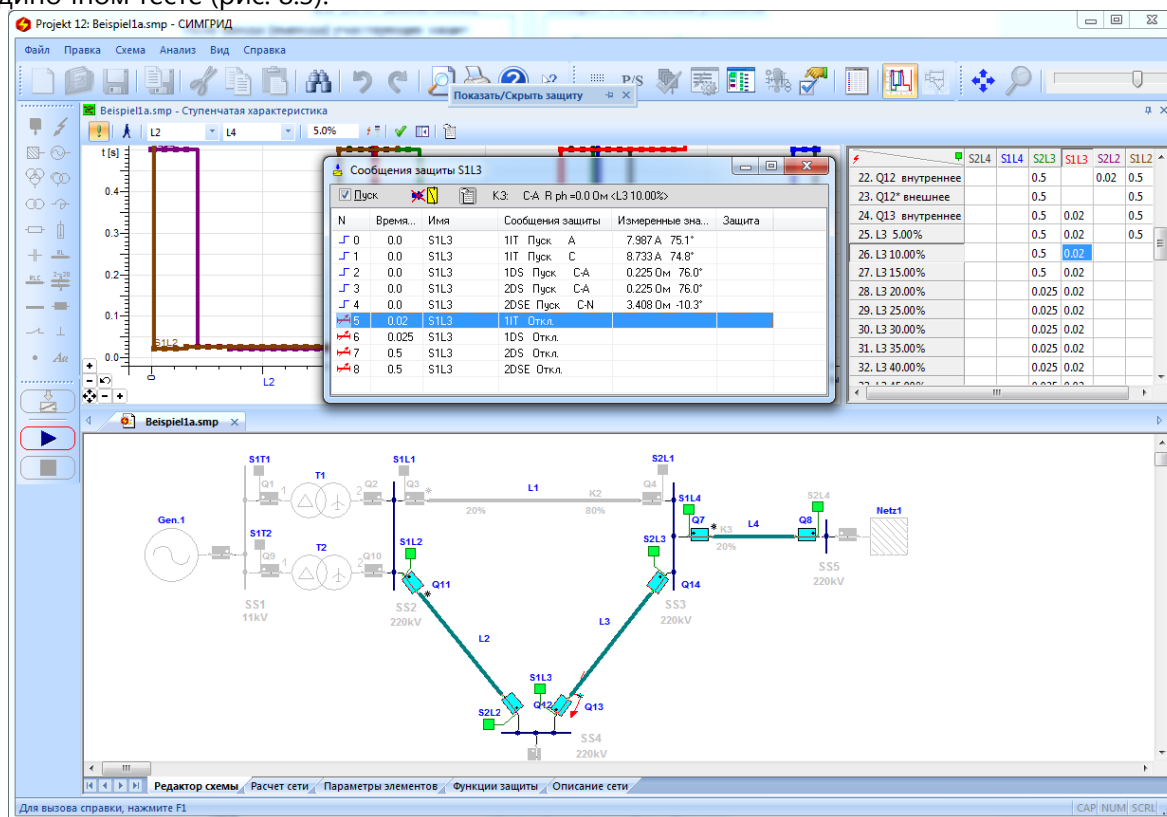

Рис. 8.3. Анализ по ступенчатой характеристике: Таблица сообщений
- При двукратном нажатии левой кнопки мыши, установленной на выбранной точке "Ступенчатой характеристики" программа выдает таблицу сообщений защиты при выбранном одиночном тесте (рис. 8.3).